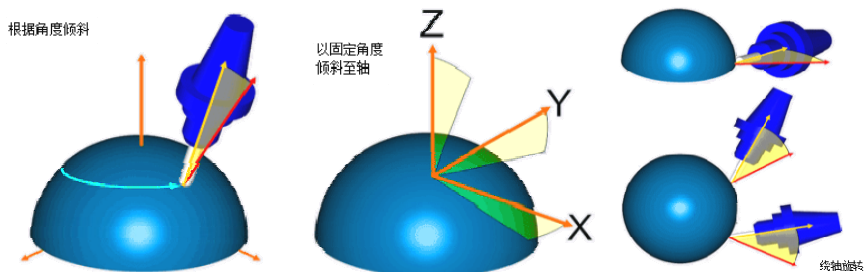

图 2-261 根据角度倾斜、以固定角度倾斜至轴、绕轴旋转
- **【根据角度倾斜、以固定角度倾斜至轴、绕轴旋转】**: 通过设置一个基准轴和固定角度, 限制刀轴方向, 如图 2-261 所示。该 3 种方式的有关参数基本相同, 下面集中加以介绍。